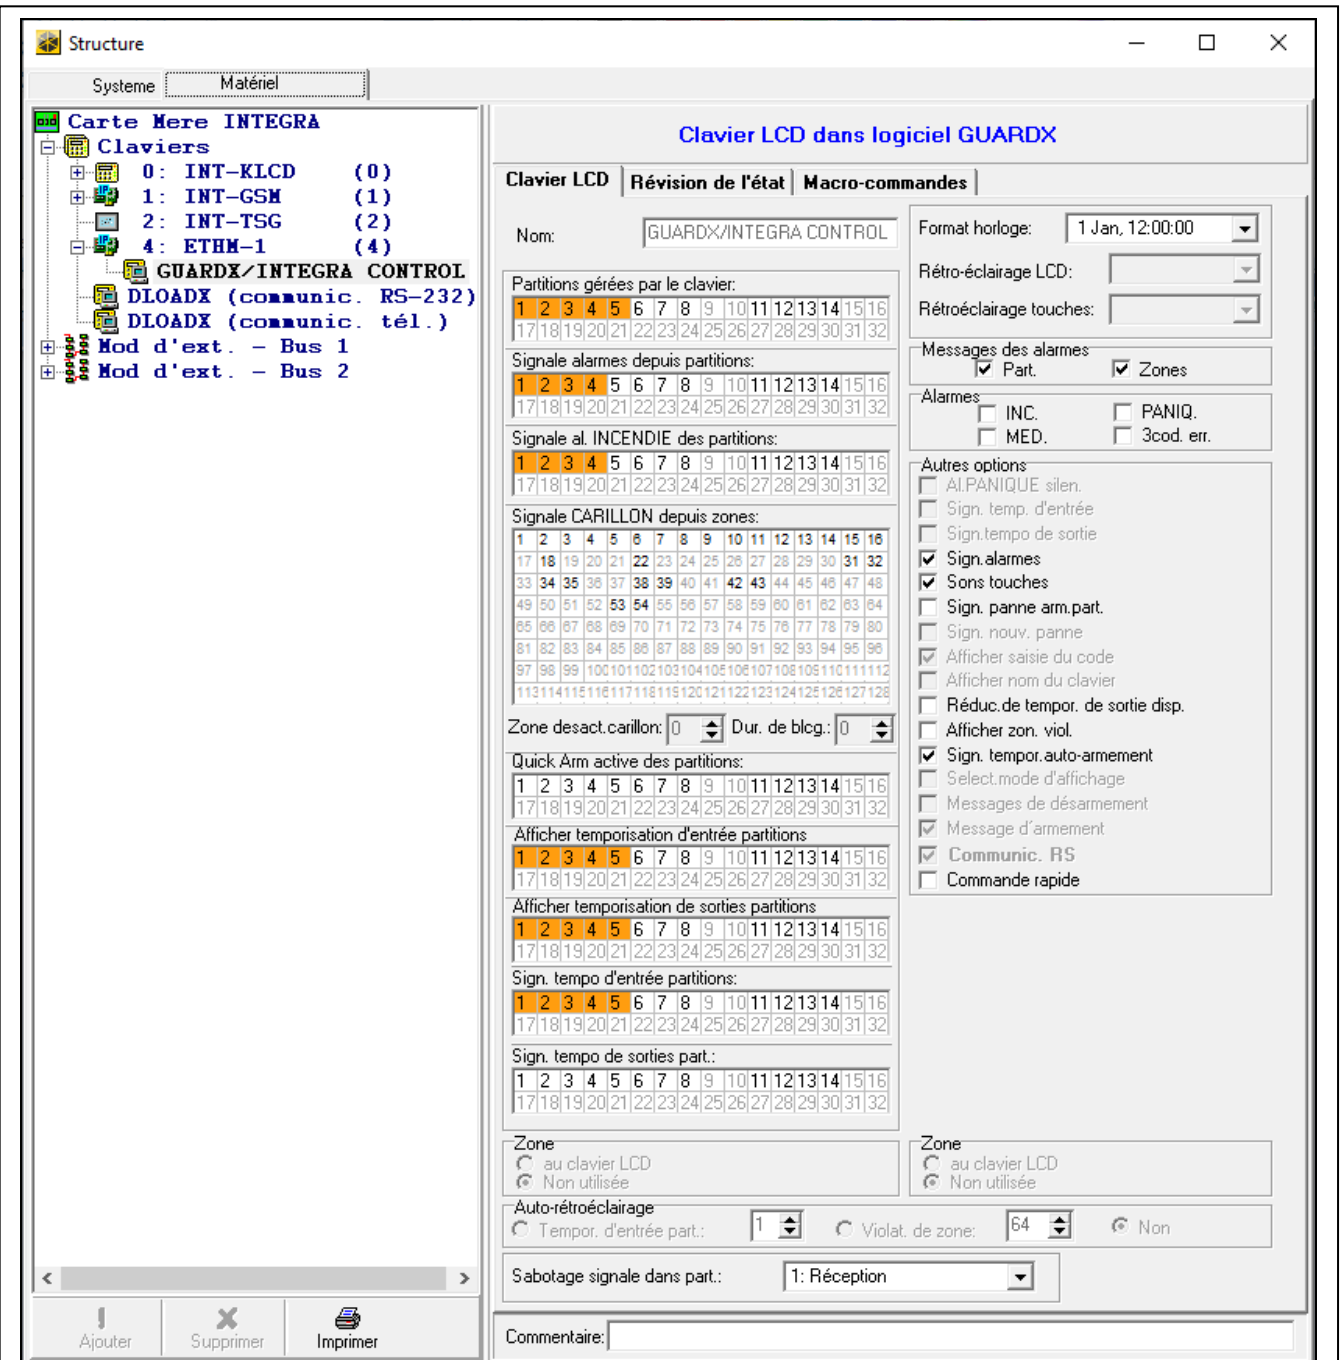

Fig. 9. Logiciel DLOADX : réglages du clavier virtuel accessible dans le logiciel GUARDX, le navigateur web ou dans un appareil mobile.
- logiciel DLOADX : →fenêtre « Structure » →onglet « Matériel » →branche « Claviers » →[nom du module] →branche « GUARDX/INTEGRA CONTROL » (fig. 9).